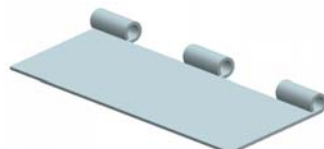

图 3-119 创建折弯特征
(5) 在如图 3-115 所示对话框中, 在“角度”文本框中输入 280, “内嵌”下拉列表框中选择“+折弯中心线轮廓”, 在“折弯半径”文本框中输入 2。单击  按钮, 创建折弯特征, 如图 3-119 所示。